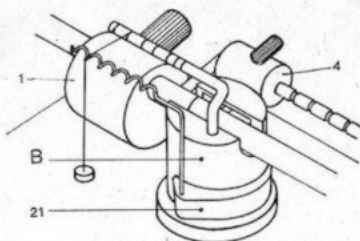

Fig. 2
Dans le cas qui nous occupe, la rencontre de la ligne verticale aura lieu avec la plus courte des deux échelles et au point 3,5. Nous accrochons donc notre poids de 1 g à l'encoche la plus éloignée de la tige (2) de la manière indiquée sur la figure 2.